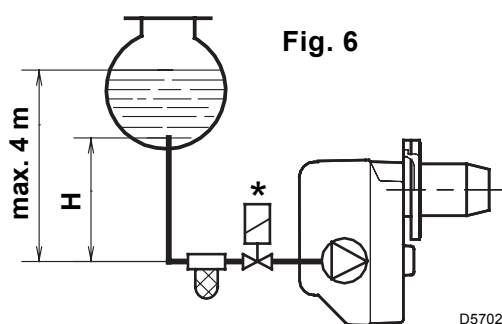
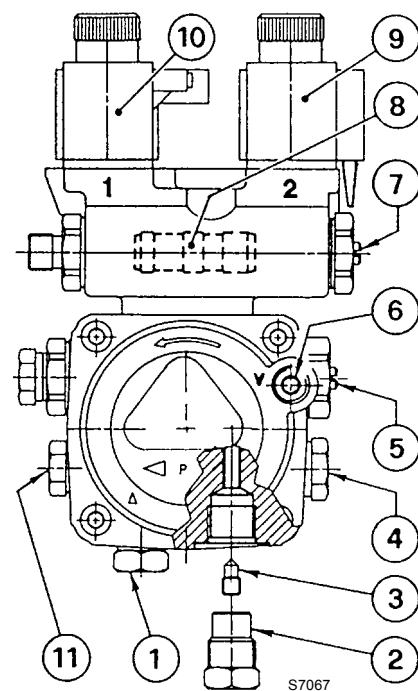

Fig. 6
Fig. 7
- La pompe est prévue pour un fonctionnement en bitube. Pour le fonctionnement en mono-tube, il faut dévisser l'écrou de retour (2), enlever la vis de by-pass (3) et ensuite revisser l'écrou (2), (voir fig. 7).
Dans l'installation en fig. 6, il faut desserrer le raccord du vacuomètre (6, fig. 7) jusqu'à la sortie du combustible.